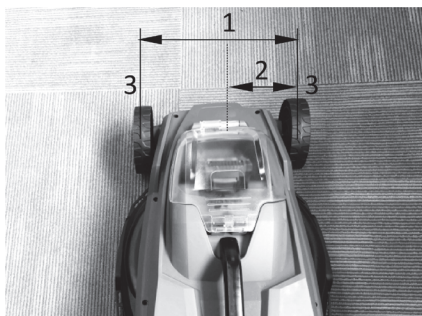

Рисунок 12. Схематичне зображення рекомендованої ширини скошування.
4. Скошування газону. Центральні лінії (3, рис. 12) передніх коліс є орієнтирами для визначення ширини косіння (1, рис. 12). Використовуючи центральні лінії як орієнтири, рекомендовано косити смугами. Для рівномірного підстригання газону перекривати попередню смугу на половину (2, рис. 12) або третину.